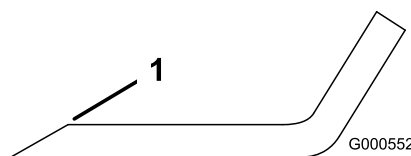

Figure 71
1. Au moyen d'une lime, aiguissez les tranchants aux deux extrémités de la lame (Figure 71).
Remarque: Si la lame est déséquilibrée, limez un peu l'extrémité de l'ailette seulement (Figure 71).